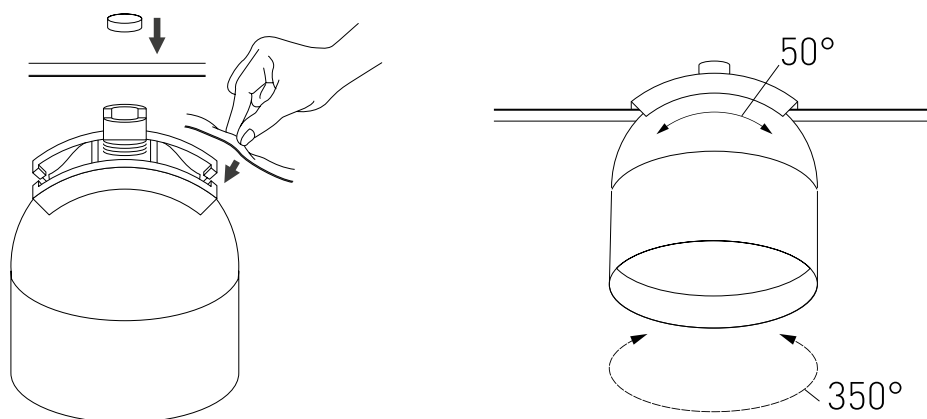

Рис. 2. Установка светильника
- Устройство крепления выполнено в виде фиксирующих проушин и закручивающегося фиксатора с правой резьбой, который накручивается на верхнюю часть корпуса светильника. Открутите верхнюю часть фиксатора у светильника, тем самым освободив установочное пространство. Установите светильник в необходимом месте токопроводящего ремня, проденьте ремень в фиксирующие проушины и зафиксируйте его, закрутив верхнюю часть фиксатора светильника, как показано на рис. 2.